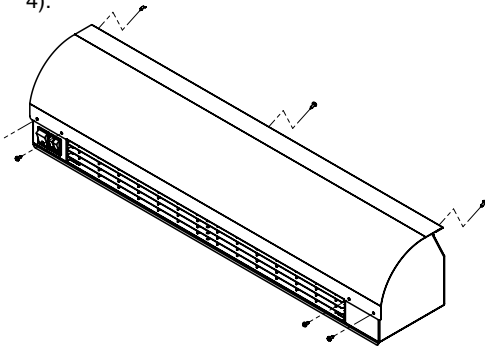

Рисунок 4
- Выкрутить саморезы с крышки (см.рисунок 4).